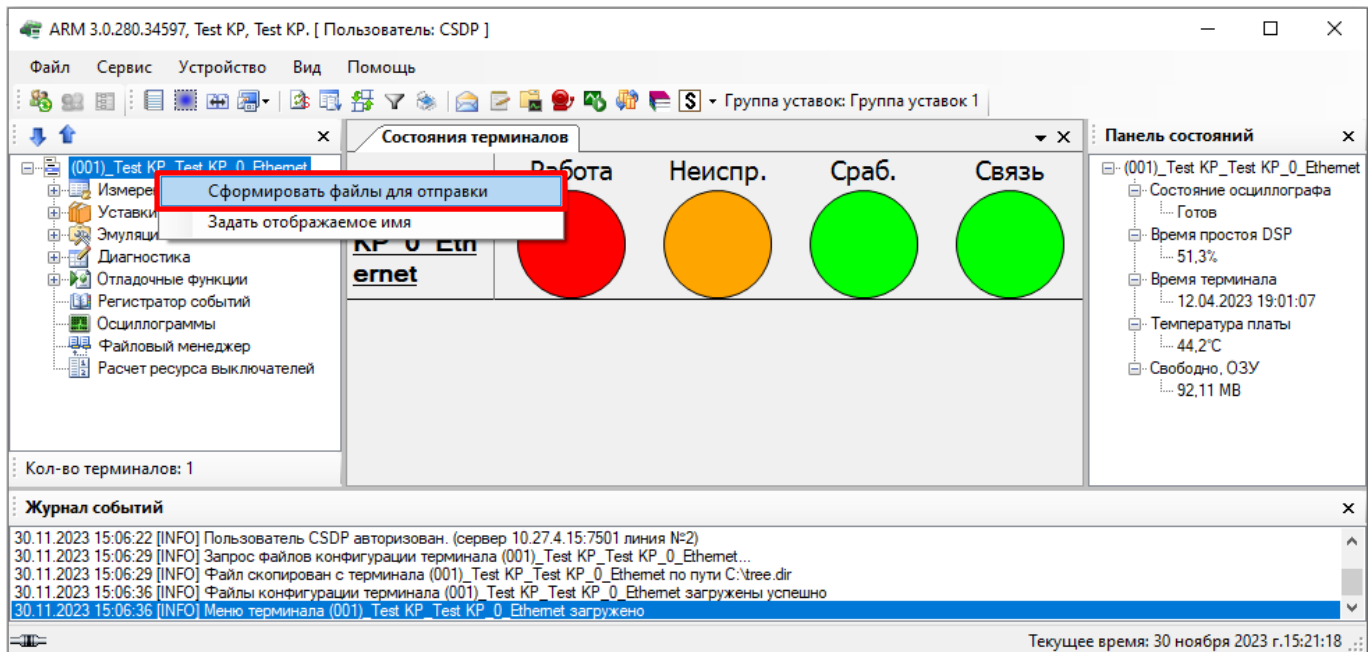

Рисунок 4.7
– в «дереве» проекта правой кнопкой мыши нажать на терминал и выбрать команду **Сформировать файлы для отправки** (см. рисунок 4.7).